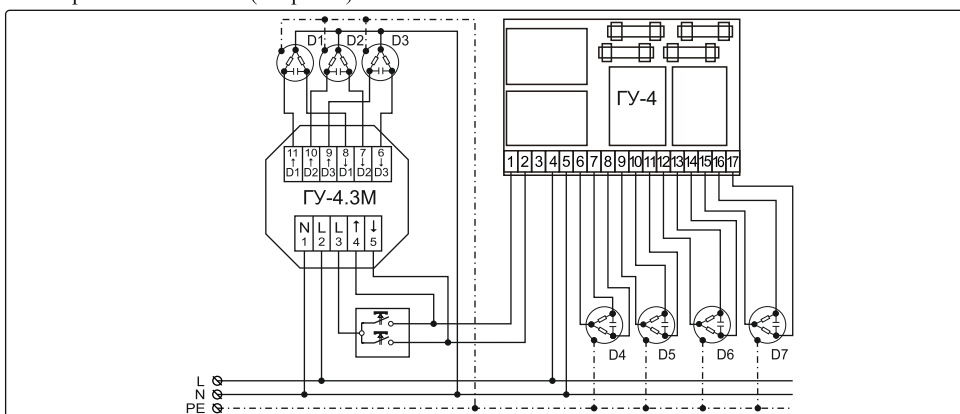

Рисунок 3. Схема совместного подключения ГУ-4.3М и ГУ-4
- Подключить клемму 1 ГУ-4 и клемму 4 ГУ-4.3М к контакту выключателя, отвечающему за направление «ВВЕРХ» (см. рис. 3).
- Подключить клемму 2 ГУ-4 и клемму 5 ГУ-4.3М к контакту выключателя, отвечающему за направление «ВНИЗ» (см. рис. 3).